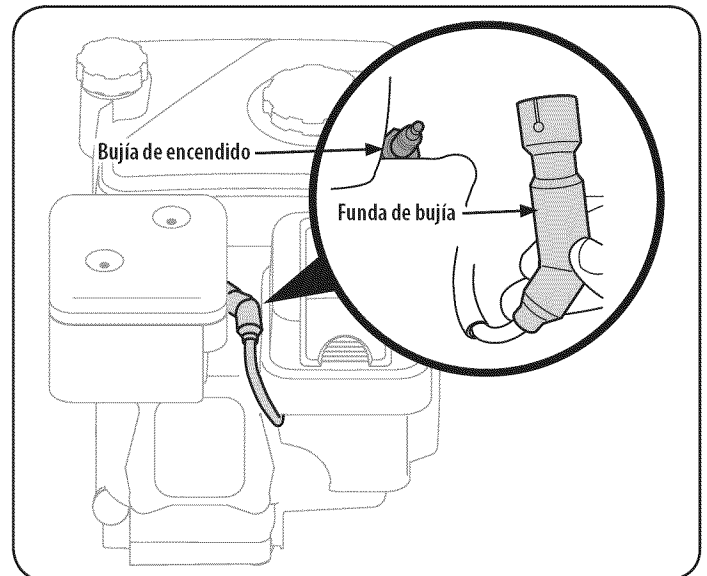

Figura 24
1. Desconecte con cuidado el cable de la bujía y manténgalo alejado de la misma. Consulte la Figura 24 para determinar dónde está la bujía.